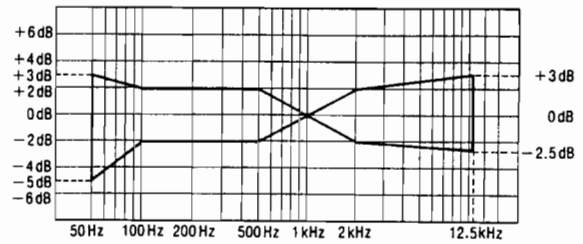

Abb. 8
5. Geben Sie das aufgenommene Signal wieder und achten darauf, daß dieses sich im Vergleich zur Bezugfrequenz (1 kHz) in dem in **Abb. 8** aufgezeichneten Bereich befindet.